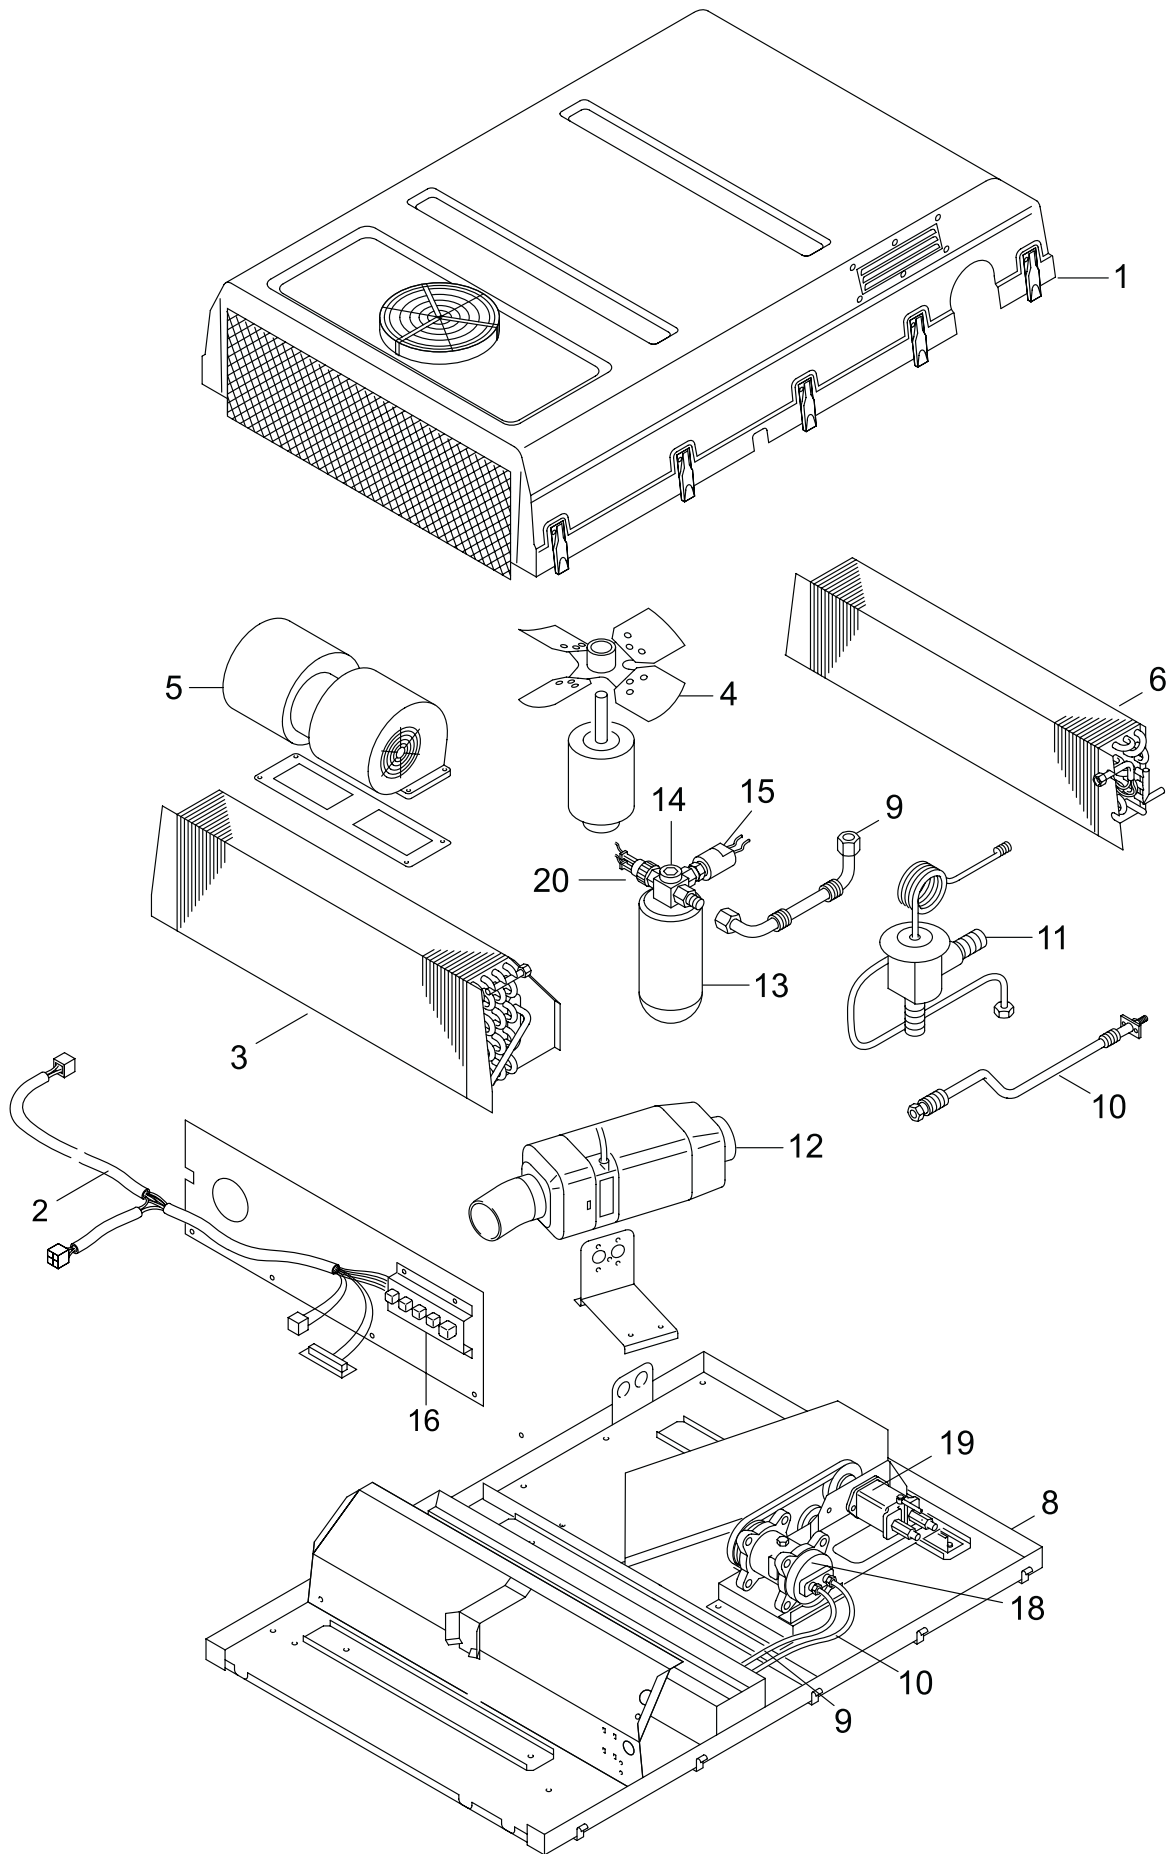
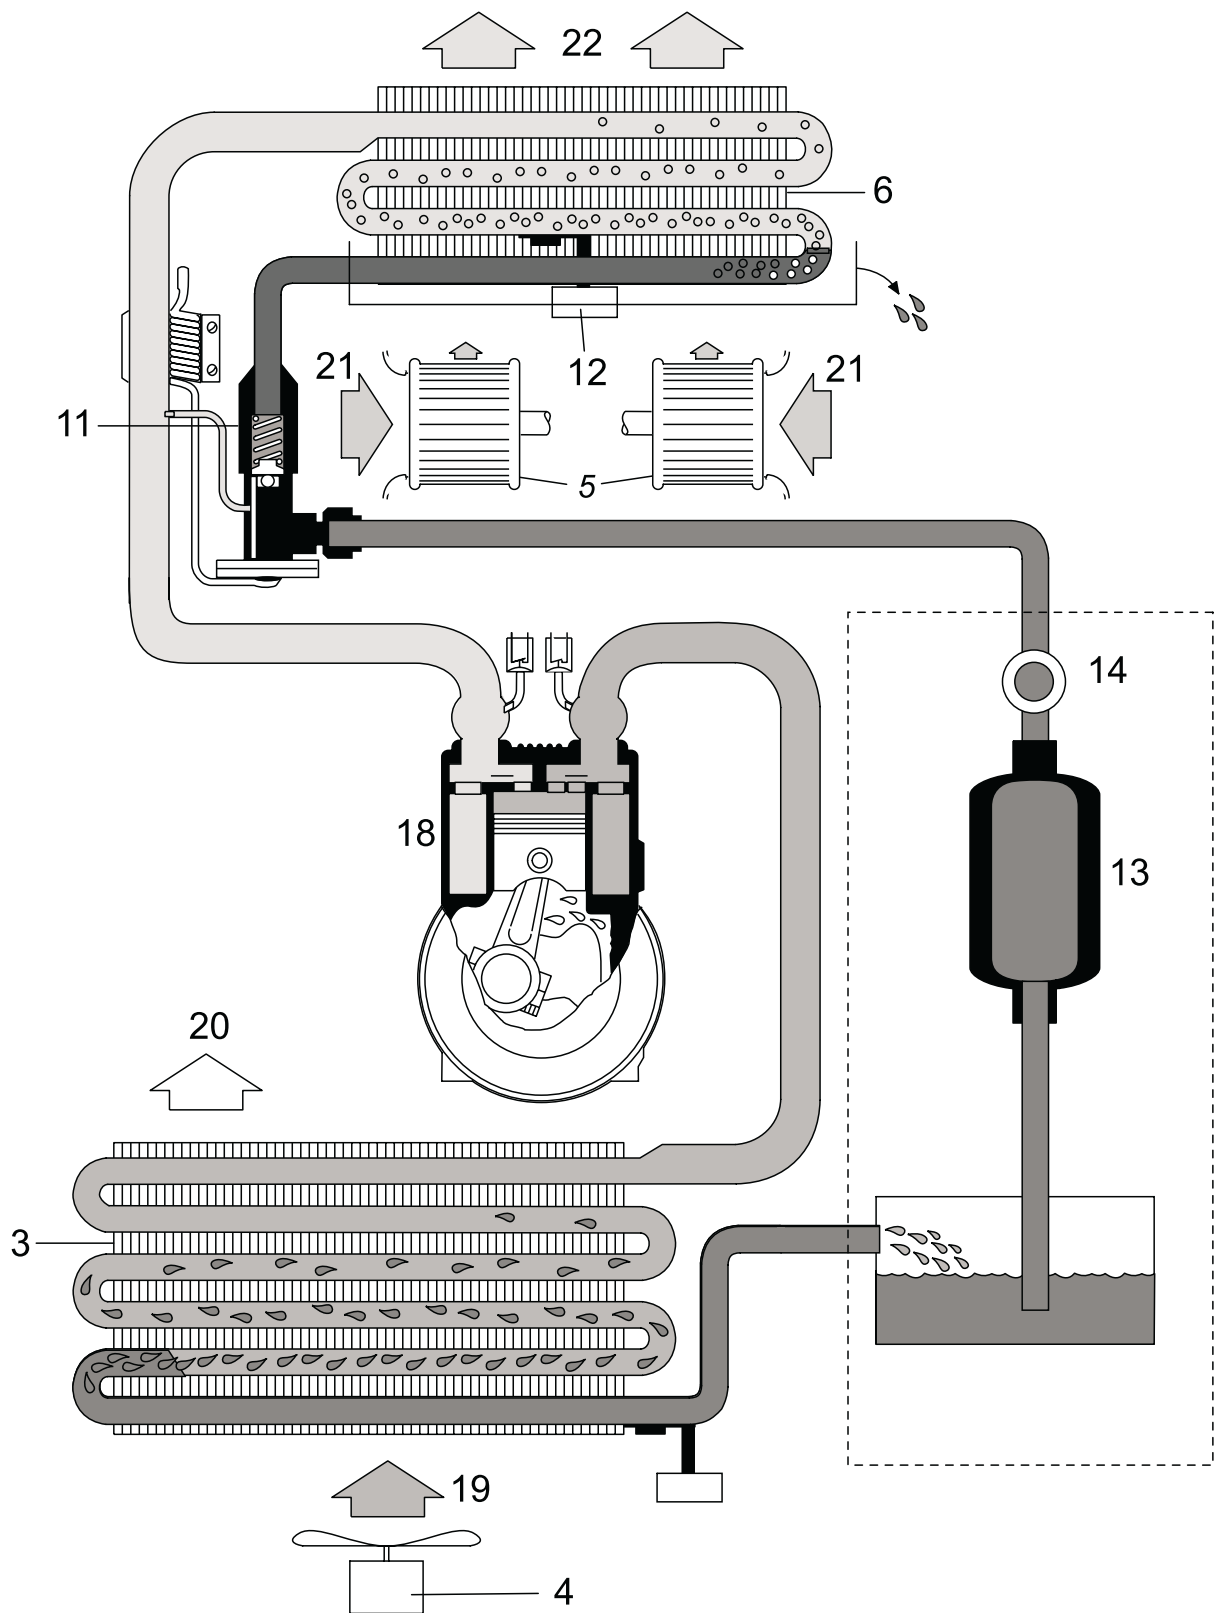
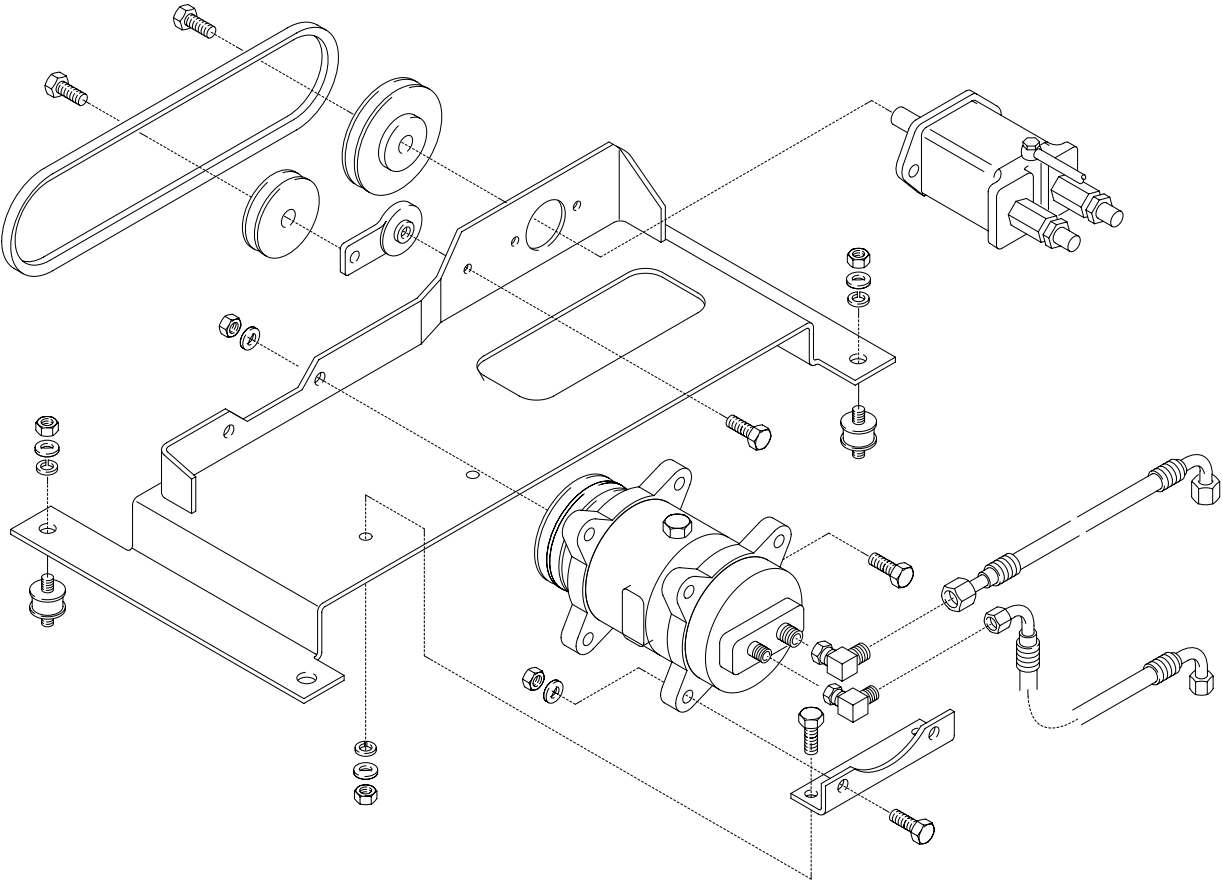

Abb. 2.2
Abb. 2.4
Abb. 2.5
Die Aufdachklimateinheit ist in Abb. 2.2 dargestellt.
Kältekreislauf (Abb. 2.4)
Mit dem Einschalten der Klimaanlage, kuppelt der Verdichter (18, Abb. 2.4) über die Magnetkupplung ein und wird über den Antriebsriemen vom Fahrzeugmotor angetrieben. Er komprimiert das Kältemittelgas und fördert es in den Verflüssiger (3, Abb. 2.2), wo es unter Wärmeabgabe kondensiert.
Die entstehende Kondensationswärme überträgt der Verflüssiger an die durch ihn strömende Außenluft (19 und 20 Abb. 2.4 und Abb. 2.5). Dabei sorgt das Axialgebläse (4) auch bei stehendem Fahrzeug für ausreichende Durchlüftung.
Der Verflüssiger (3, Abb. 2.2) besteht aus einem durchgehenden Rohrwendel und Lamellen, die zu einer großen Wärmetauscherfläche miteinander verbunden sind.
Der Sammler-Trockner mit Schauglas (13, Abb. 2.2) ist ein Ausgleichs- und Vorratsbehälter für Kältemittel. Er enthält im unteren Teil ein Trockner Granulat, das dem Kältemittel geringe Mengen Wasser entzieht und chemisch bindet. Dies verringert die Vereisung des Expansionsventiles und schützt den Verdichter vor Beschädigung. Im Betrieb ist am Schauglas(14, Abb. 2.2) ersichtlich, ob ausreichend Kältemittel im Kreislauf vorhanden ist.
Das thermostatische Expansionsventil (11, Abb. 2.2) reguliert den Kältemittelfluss zum Verdampfer, entsprechend dem Kältemittelbedarf bzw. der Temperatur im Verdampfer. Das thermostatische Expansionsventil ist das Regelement zwischen Hoch- und Niederdruckteil des Kältemittelkreises.
Der Verdampfer (6, Abb. 2.2) entspricht im Grundaufbau dem Verflüssiger. In ihm geht das vom Expansionsventil durch die Rohrleitung strömende Kältemittel vom flüssigen in den gasförmigen Zustand über und wird überhitzt.
Die dazu erforderliche Verdampfungswärme wird über die Lamellen der durchströmenden Kabinenluft entzogen und über die Rohrwandung auf das Kältemittel übertragen. Dabei wird die erkaltende Luft getrocknet und entstehendes Kondenswasser nach außen abgeleitet. Der Nebelabscheider (7, Abb. 2.2) verhindert, dass Kondenswassertropfen vom Radialgebläse angesaugt werden und in den Fahrzeuginnenraum gelangen.
Das Axialgebläse (4 , Abb. 2.2) bestehen aus einem Gleichstrommotor und Lüfterrad.
Das Radialgebläse (5 , Abb. 2.2) enthält einen mehrstufigen Gleichstrommotor, der mit drei verschiedenen Drehzahlen betrieben werden kann. Es saugt die Kabinenluft durch den Verdampfer und bläst sie durch die üsen der Luftverteilerplatte in die Kabine zurück.
Der Verdichter (Abb. 2.5) besteht aus dem Taumelscheibenverdichter und der Magnetkupplung mit Keilriemenscheibe. Er wird über die Magnetkupplung bei eingeschalteter Klimaanlage je nach Kältebedarf ein- und ausgeschaltet.